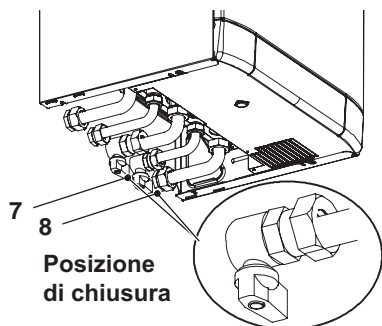

Fig. 9.3
- Chiudere il rubinetto entrata acqua sanitaria 8 in Fig. 9.3.